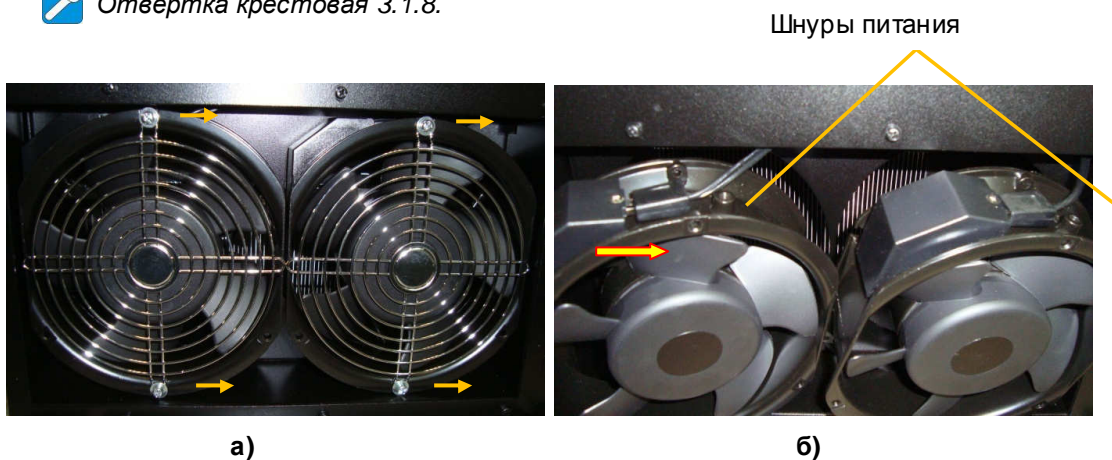

Рис. 6.9
6.8.1. Выкрутить 4 винта крепления вентиляторов охлаждения радиатора (рис. 6.9а, желтые стрелки) и положить их в тару.
6.8.3. Достать из корпуса вентиляторы, отключить шнуры питания (рис. 6.9б) и положить вентиляторы в тару.